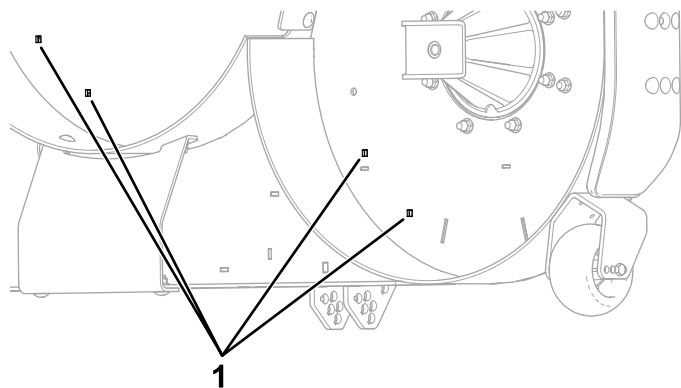

Рисунок 5
1. Снимите 4 заглушки с деки газонокосилки (Рисунок 5).